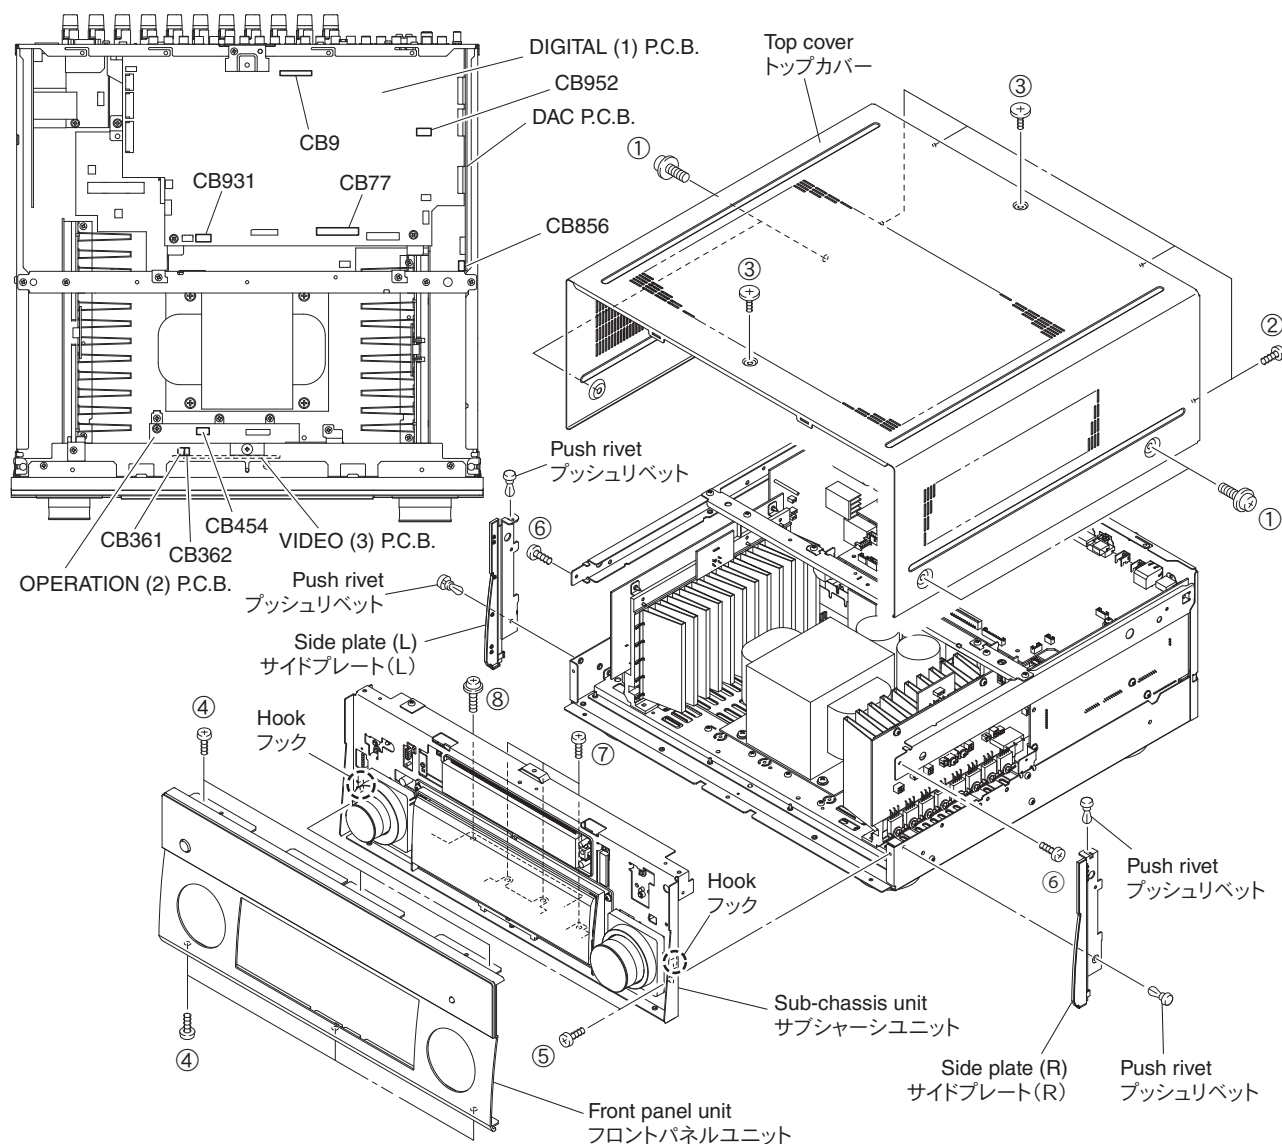

Fig. 1
- Remove 4 screws (①), 4 screws (②) and 2 screws (③). (Fig. 1)
- Lift the rear of the top cover to remove it. (Fig. 1)
- ① のネジ 4 本、② のネジ 4 本、③ のネジ 2 本を外します。(Fig. 1)
- トップカバーの後部を持ち上げて外します。(Fig. 1)
- Remove 6 screws (④) and then remove the front panel unit forward. (Fig. 1)
- Remove 4 push rivets and then remove the side plate (L) and the side plate (R). (Fig. 1)
- Remove 2 screws (⑤), 2 screw (⑥), 3 screws (⑦) and screw (⑧). (Fig. 1)
- Remove CB9, CB77, CB361, CB362, CB454, CB856, CB931 and CB952. (Fig. 1)
- Release 2 hooks and then remove the sub-chassis unit. (Fig. 1)
- ④ のネジ 6 本を外し、フロントパネルユニットを前方に外します。(Fig. 1)
- プッシュリベット 4 個を外し、サイドプレート (L)、サイドプレート (R) を外します。(Fig. 1)
- ⑤ のネジ 2 本、⑥ のネジ 2 本、⑦ のネジ 3 本、⑧ のネジ 1 本を外します。(Fig. 1)
- CB9、CB77、CB361、CB362、CB454、CB856、CB931、CB952 を外します。(Fig. 1)
- フック 2 箇所を外し、サブシャーシユニットを外します。(Fig. 1)